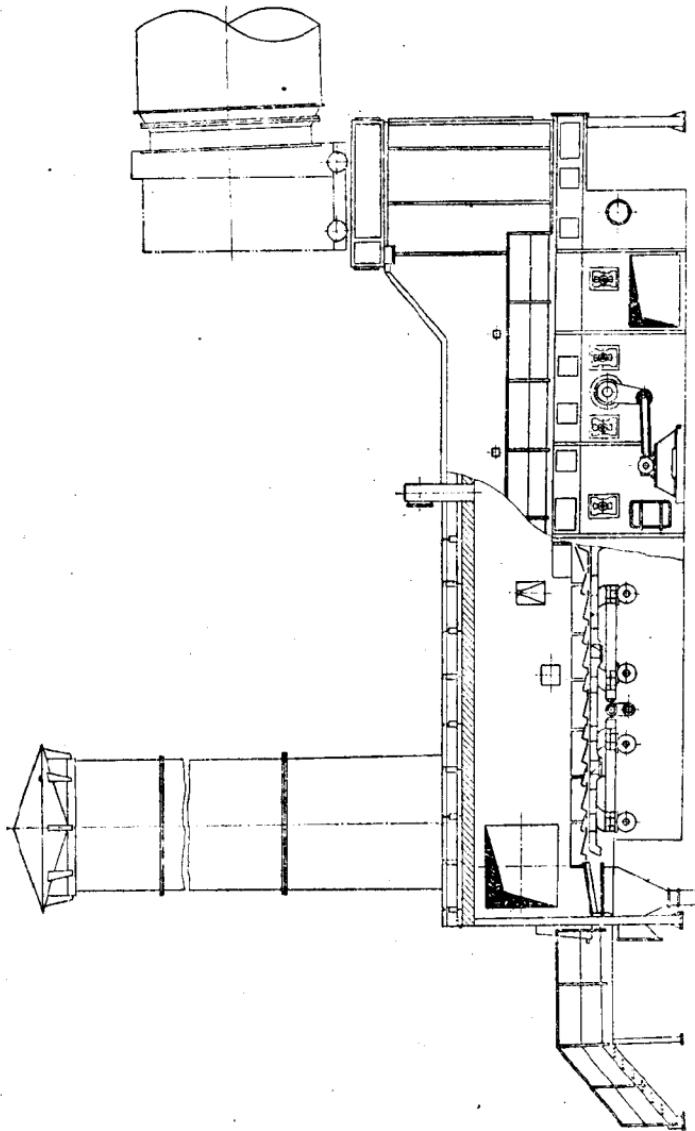

图 1-3 水平推动管式冷却机
3. 水平推动篦式冷却机（图 1-3）。它是由固定篦板和活动篦板组成。从篦板下部鼓进冷风，通过铺在篦板上的熟料层，被活动篦板推动前进而得到急冷。冷却效果较好，出冷却机熟料温度一般在 $60\sim120^{\circ}\text{C}$ 范围内。由于篦式冷却机壳体表面积较小，所以辐射热损失小。但操作较复杂，配件材质要求较高，动力消耗较大。